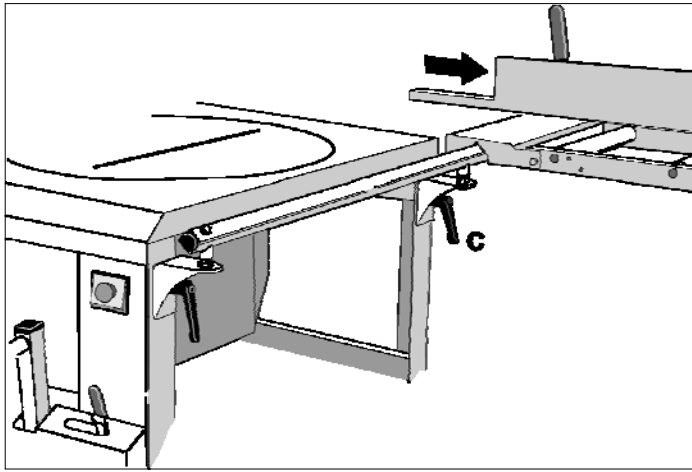

Fig. 4
- Monter anlegget som vist i fig. 4.
Fig. 4 b